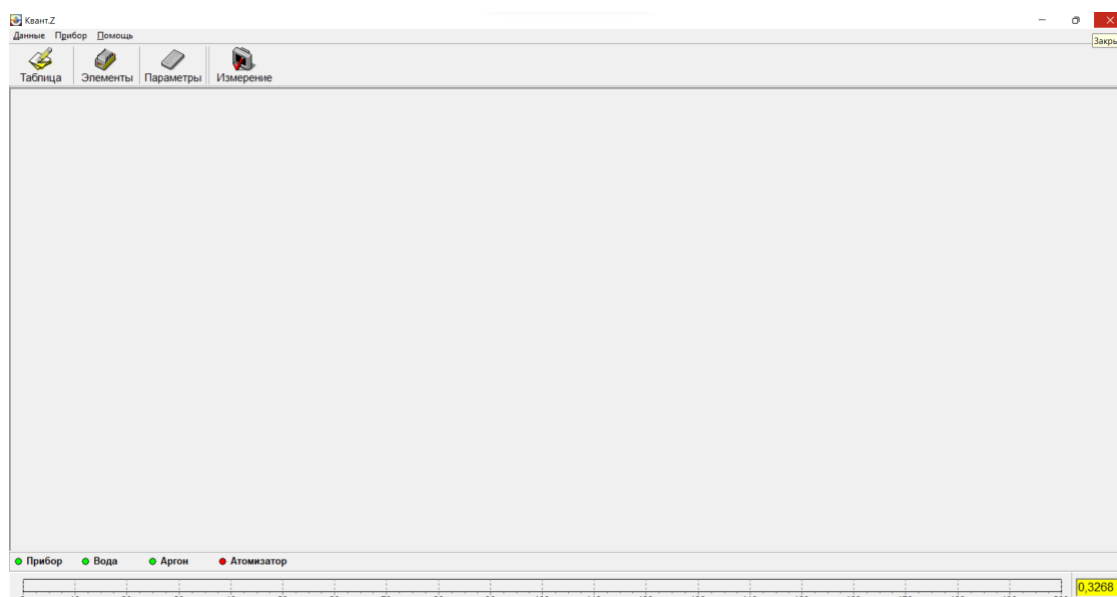

Рис. 1П – Главное окно программы
- 3.1.1** Откройте крышку (рис. 1, позиция 1) турели и проверните турель так, чтобы позиция N заняла верхнее положение.
- 3.2.1** Включить компьютер. При загрузке компьютера кнопка (рис. 1, позиция 3) включения спектрометра мигает короткими вспышками, а после окончания загрузки вспышки становятся длительными.
- 3.2.2** Включить спектрометр, нажав на кнопку (рис. 1, позиция 3) включения спектрометра. При этом будет слышен щелчок включения магнитного пускателя, и кнопка включения начнет светиться постоянным светом. Откройте аргон.
- 3.2.3** Запустите программу «КВАНТ. Z», ярлык которой находится на рабочем столе. Появится главное окно программы (Рис. 1П). Зеленые индикаторы «Прибор», «Вода», «Аргон» индицируют наличие связи между прибором и компьютером и наличие охлаждающей воды и аргона, соответственно. Красный индикатор «Атомизатор» индицирует, что замок атомизатора открыт.